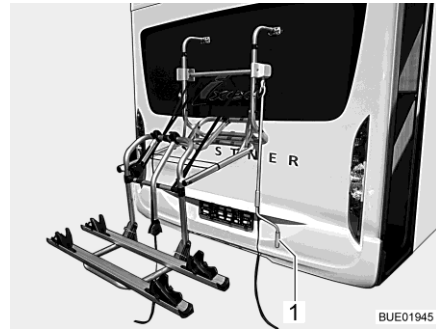

Bild 5 Fahrradträger, abgesenkt
- Handkurbel (Bild 5,1) am Fahrradträger ansetzen und Fahrradträger auf Griffhöhe ablassen.